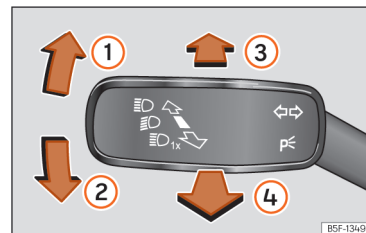

Abb. 72 Blinker- und Fernlichthebel.
- Drücken Sie den Blinker- und Fernlichthebel aus der Ausgangsstellung nach vorne »» (Abb. 72) .
- **ODER:** Ziehen Sie bei eingeschaltetem Fernlichtassistenten den Blinker- und Fernlichthebel nach hinten »» (Abb. 72) .